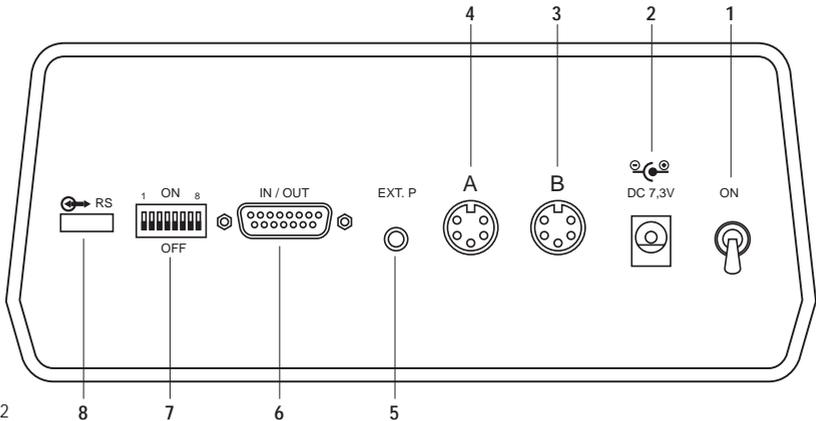

Fig. 2
- Connecter le chargeur dans la prise adéquate (N° 2 Fig. 2), et brancher le chargeur sur le 230 V (ou 115 V pour USA).
- Connecter le ou les palpeurs (N° 3 et 4 Fig. 2).
- Enclencher l'appareil à l'aide de l'interrupteur ON/OFF (N° 1 Fig. 2). L'instrument fait un test à l'enclenchement qui dure environ 2 secondes.
La touche , l'entrée pédale externe (N° 5 Fig. 2) et les contacts 7 et 14 (R-M) du connecteur 15 pôles femelles (N° 6 Fig. 2) ont la même fonction.